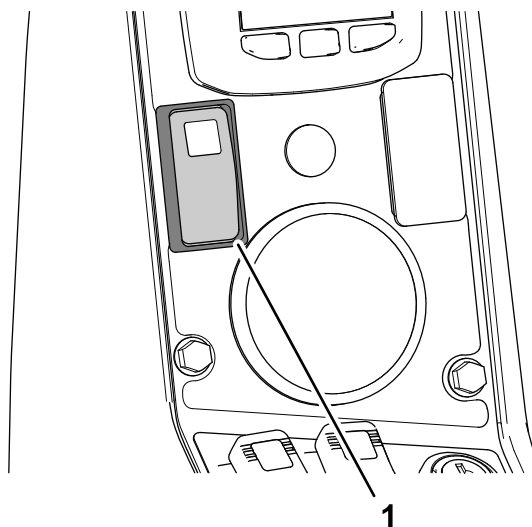

Bild 140
1. Drücken Sie das Gaspedal für die volle Motordrehzahl (weit geöffnete Drosselklappe), schalten Sie den Gasbedienungssperre-Schalter der Maschine ein (Bild 140).